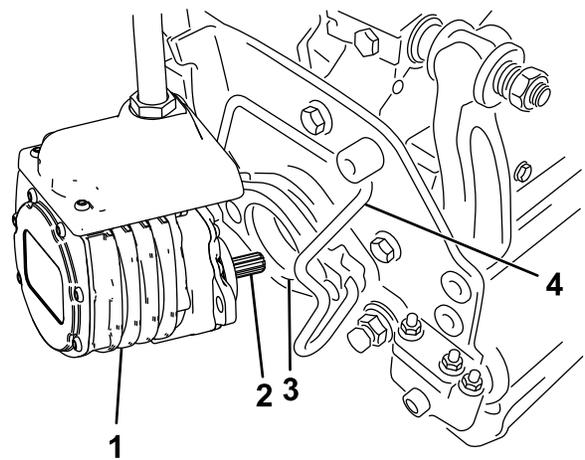

Рисунок 47
6. Нанесите на шлицевой вал электродвигателя режущего блока чистую консистентную смазку (Рисунок 47).
7. Вставьте электродвигатель в левую сторону режущего блока (если смотреть со стороны оператора) и тяните фиксатор электродвигателя на режущем блоке в сторону электродвигателя до тех пор, пока не услышите щелчок с обеих сторон электродвигателя (Рисунок 47).